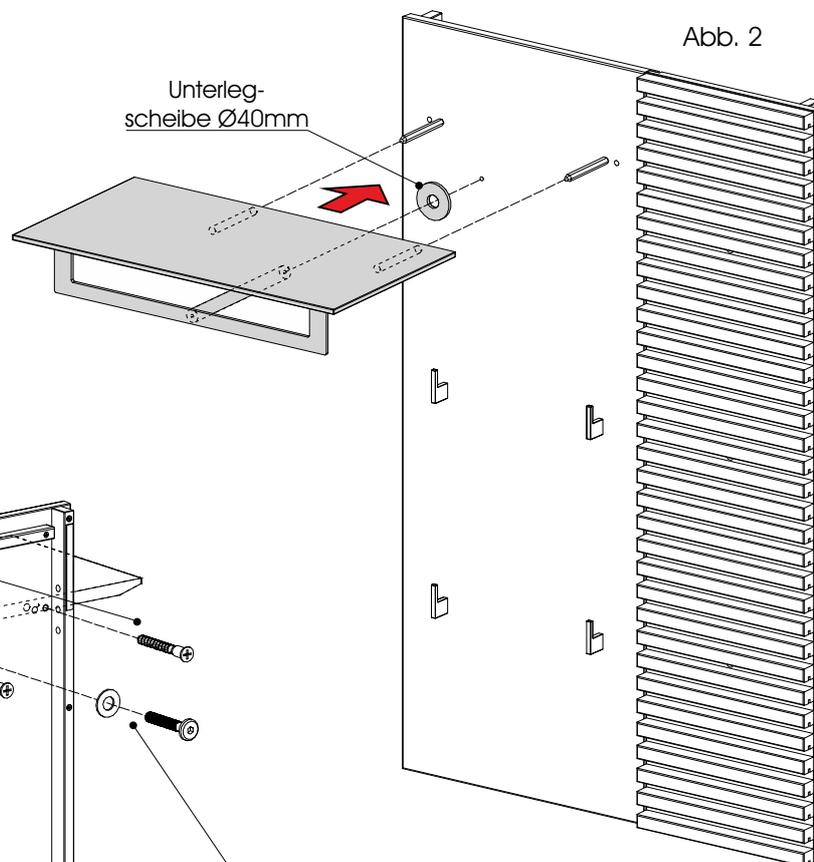

Abb. 2
1. Die Ruckwandschraube $\text{\O}4 \times 25 \text{ mm}$ losen (Abb. 2).
2. Schieben Sie den Boden auf die Sechskantbolzen und legen die $\text{Ø}40 \text{mm}$ Unterlegscheibe zwischen Garderobenstange und Paneel-Rückwand (Abb. 2)